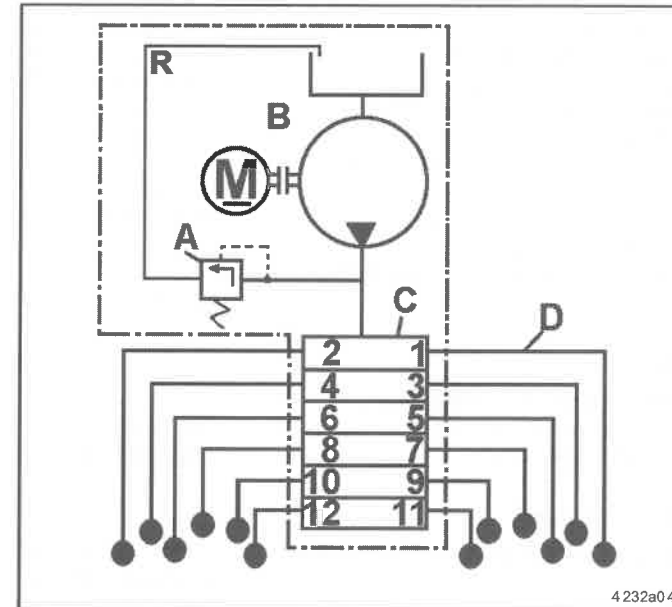

Abb. 15-1 QLS-Beispiel
- Disconnect all feed lines D (fig. 15-1) of the metering device one after the other. If oil shows under pressure the blockage is located in the line of outlet 3 or in the connected bearing point.
- Fig. 15-1 QLS-Beispiel**
- Alle Schmierstellenleitungen D (Abb. 15-1) des Verteilers einzeln nacheinander lösen. Tritt z. B. am Auslass 3 des Verteilers Fett unter Druck aus, ist die Blockierung in der Leitung des Auslasses 3 oder in der angeschlossenen Lagerstelle zu suchen.